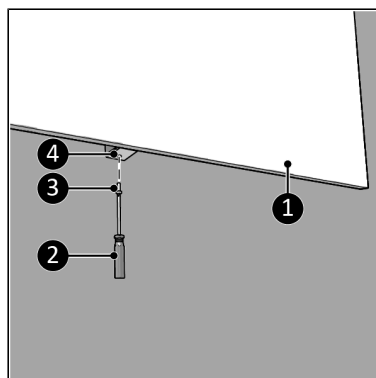

Figure 10.
13. Vissez et fixez l'appareil (Figure 10, pos. 1) au support mural avec une petite vis (Figure 10, pos. 3) à l'aide d'un tournevis cruciforme (Figure 10, pos. 2).